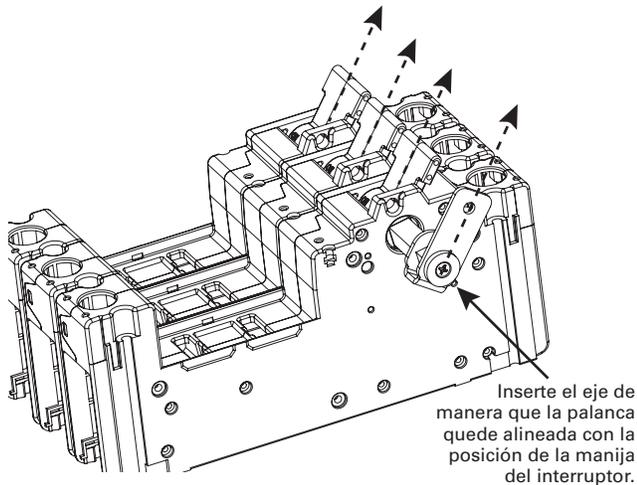

Fig. 1-2. Alinear la palanca del eje con la manija del interruptor.
Paso 2. Coloque el interruptor en la posición ON e inserte el eje en el lado derecho del interruptor hasta que esté completamente asentado. Tenga cuidado al alinear la palanca del eje para que quede alineada con la posición de la manija del interruptor (vea la Fig. 1-2).